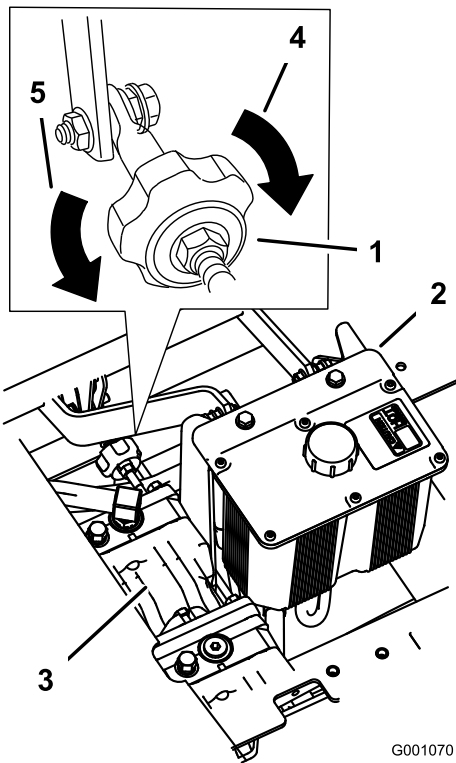

Figure 57
4. Pour que la machine tire à droite, tournez le bouton vers la droite de la machine. Voir Figure 57.
5. Pour que la machine tire à gauche, tournez le bouton vers la gauche de la machine. Voir Figure 57.